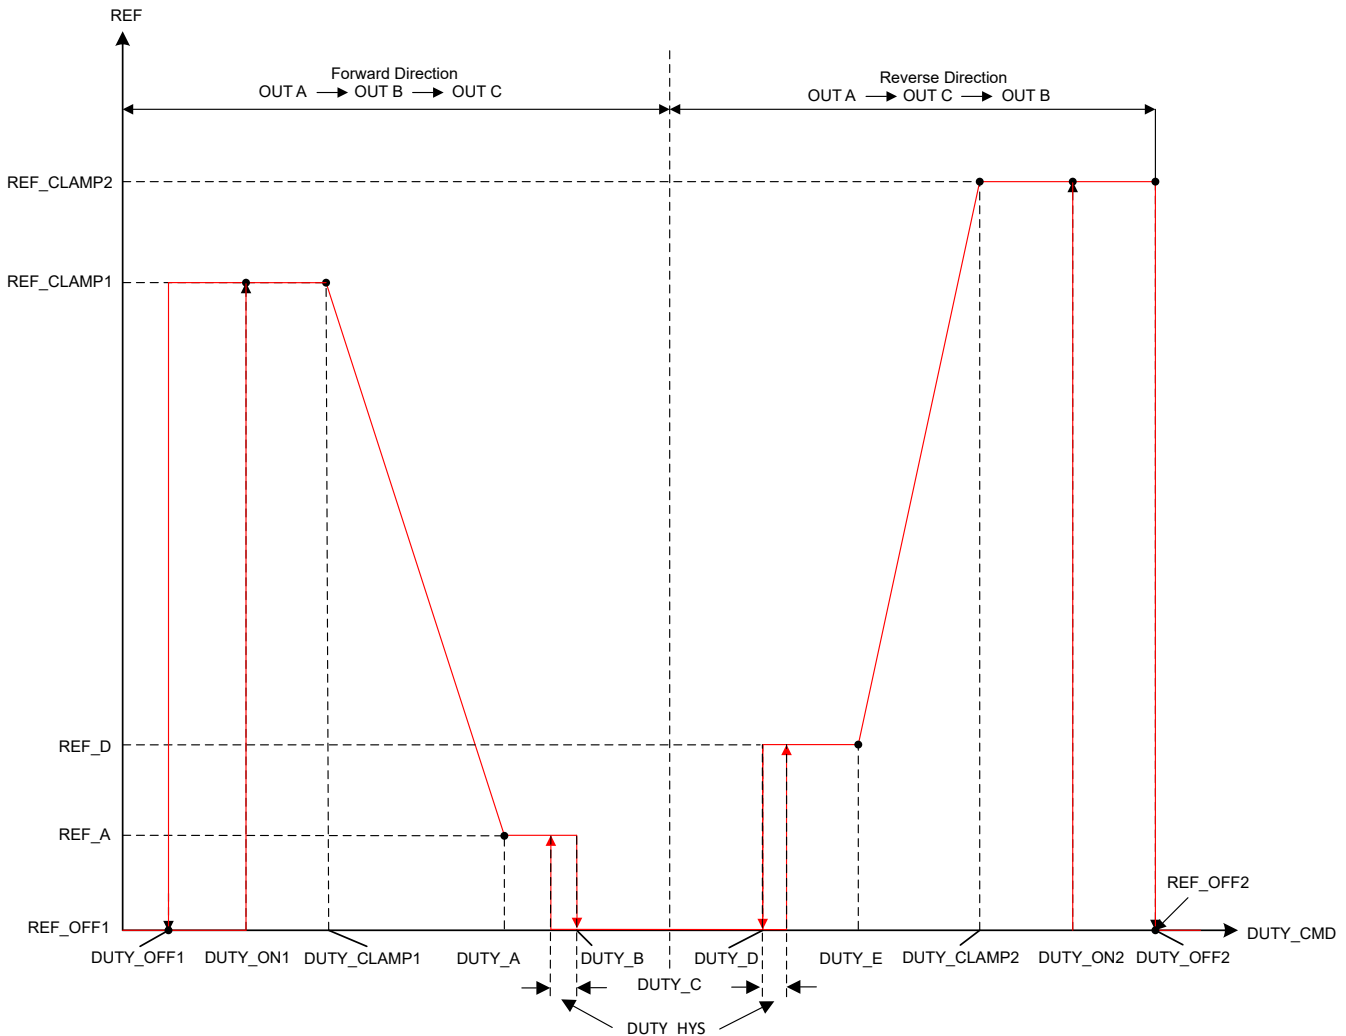

図 7-12. 双方向制御プロファイル
- DUTY\_OFF1 と DUTY\_ON1 は、リファレンス制御入力 REF\_CLAMP1 および REF\_OFF1 間を遷移する際のヒステリシスを設定します (図 7-12 を参照)。
- DUTY\_A は、リファレンス REF\_A のデューティ・コマンドを設定します。このリファレンスは、DUTY\_CLAMP1 と DUTY\_A の間を直線的に変化します。DUTY\_A から DUTY\_E は、図 7-12 と同じ順序である必要があります。
- DUTY\_OFF2 と DUTY\_ON2 は、リファレンス制御入力 REF\_CLAMP2 および REF\_OFF2 間を遷移する際のヒステリシスを設定します (図 7-12 を参照)。